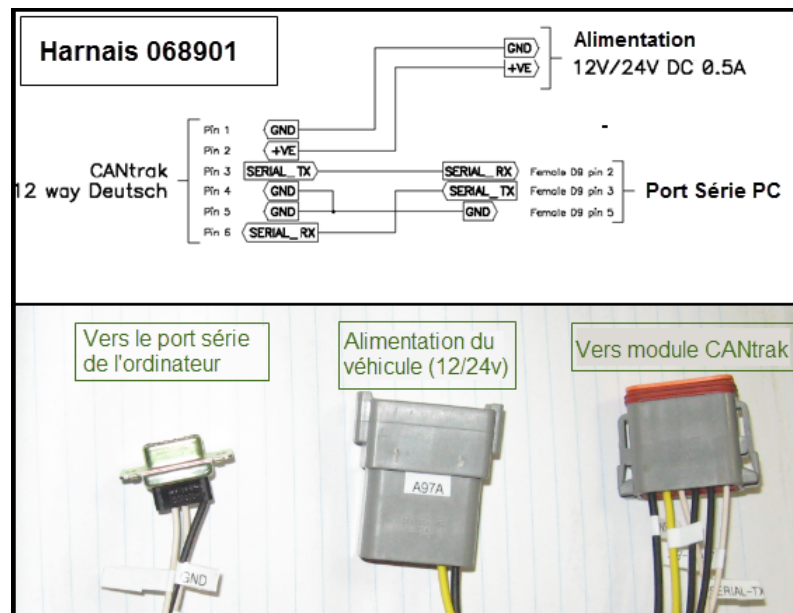

Fig.6 Connexions du harnais 068901.
2. Brancher le harnais d'interface 068901 (Fig.6) à l'ordinateur portable et au harnais du véhicule (le commutateur d'allumage doit être à la position (OFF) ARRÊT).